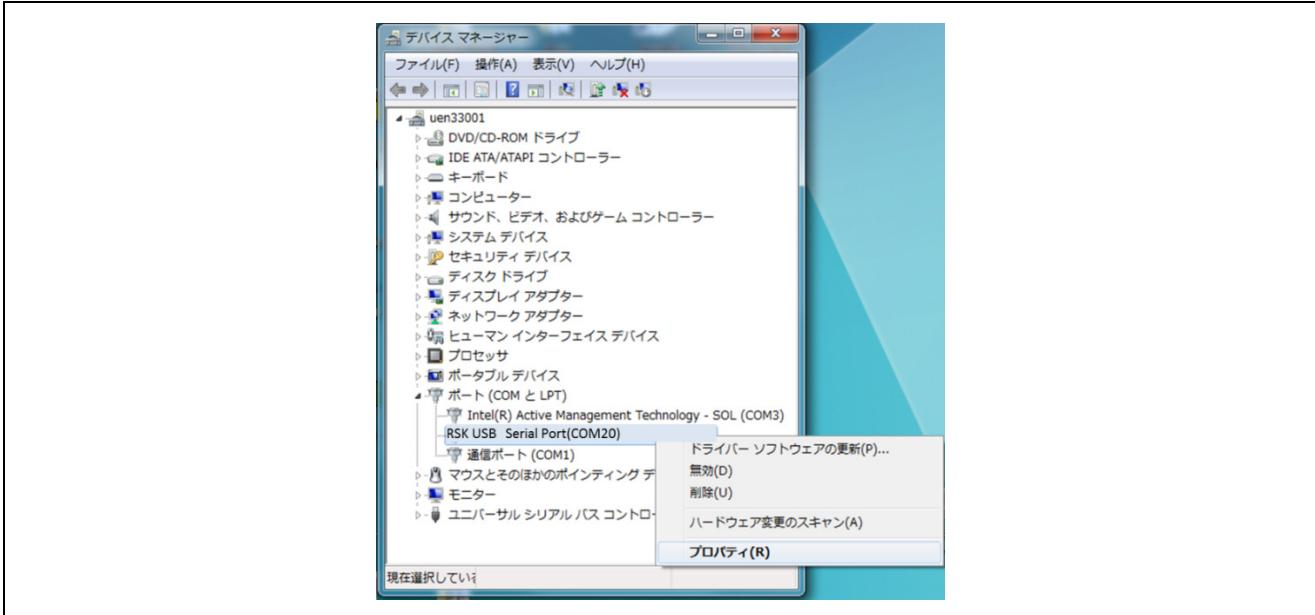

図 5.6 デバイスマネージャー画面（COM ポートプロパティ選択）
1. デバイスマネージャー画面にて「ポート (COM と LPT)」→「RSK USB Serial Port」を右クリックし、「プロパティ(R)」を選択します。図5.6にデバイスマネージャー画面（COMポートプロパティ選択）を示します。